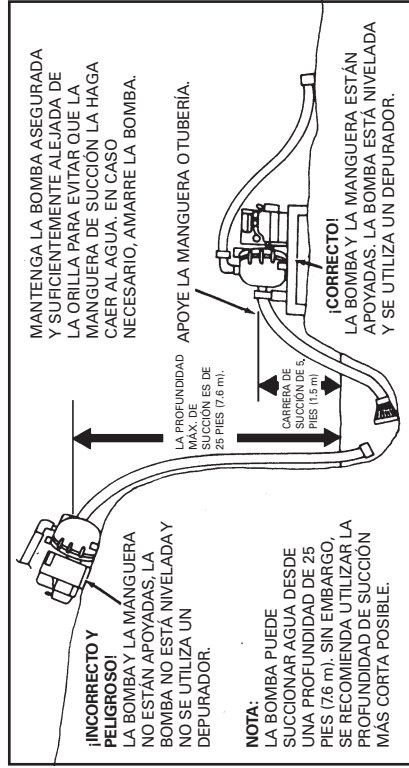

FIGURA 1
**C. Coloque siempre la bomba tan cerca como sea posible del líquido que se desea bombear.** Mantenga todas las líneas de bombeo tan cortas y tan rectas como sea posible. Evite las curvas cerradas en las mangueras. Mantenga la bomba en una base plana. Observe la figura 1.